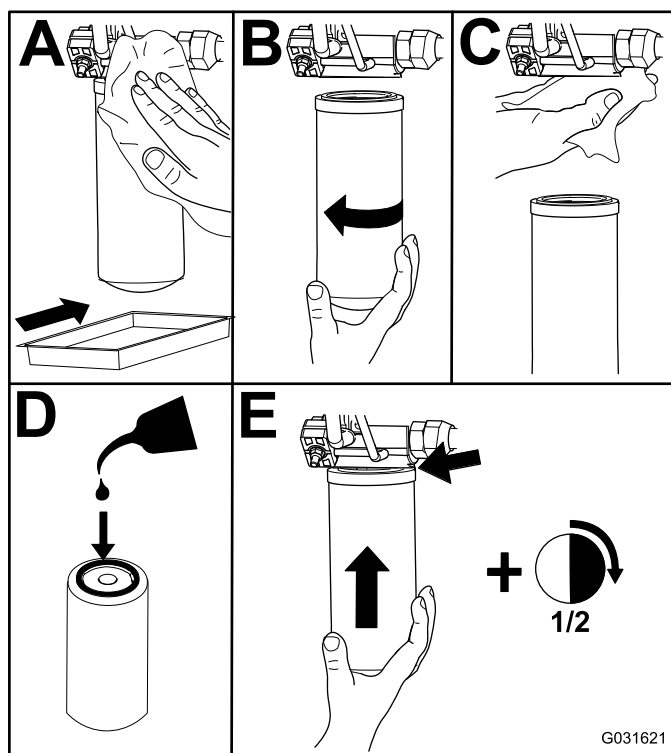

Figura 98
- Sostituire i filtri idraulici (Figura 98).